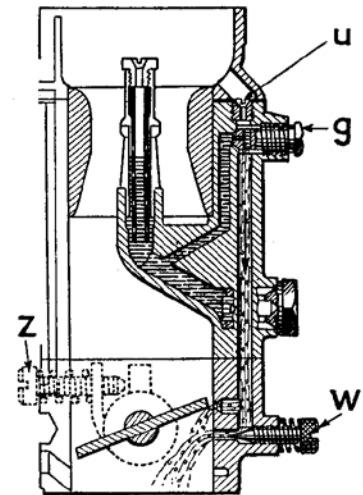

Fig. 7
- la vis butée d'ouverture de papillon (Z) qui règle la vitesse du moteur,
- la vis de richesse de ralenti (W) qui agit sur la quantité d'essence débitée par le gicleur de ralenti (Fig. 7).